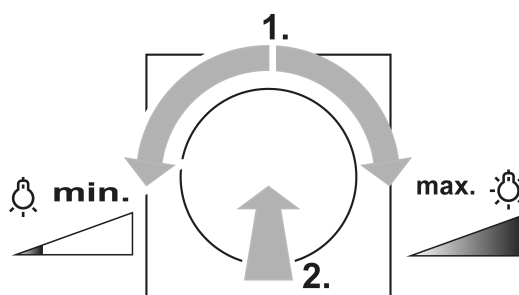

рисунок 2: Включение света с минимальной или максимальной яркостью
- Поворот установочной кнопки на четверть оборота и кратковременное нажатие: включение света с минимальной или максимальной яркостью (рисунок 2).